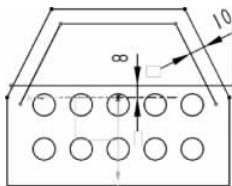

图 3-11 绘制直线
(17) 单击“直线”按钮 ,绘制一条水平线,与 X 轴的垂直距离为 8mm,如图 3-11 所示。